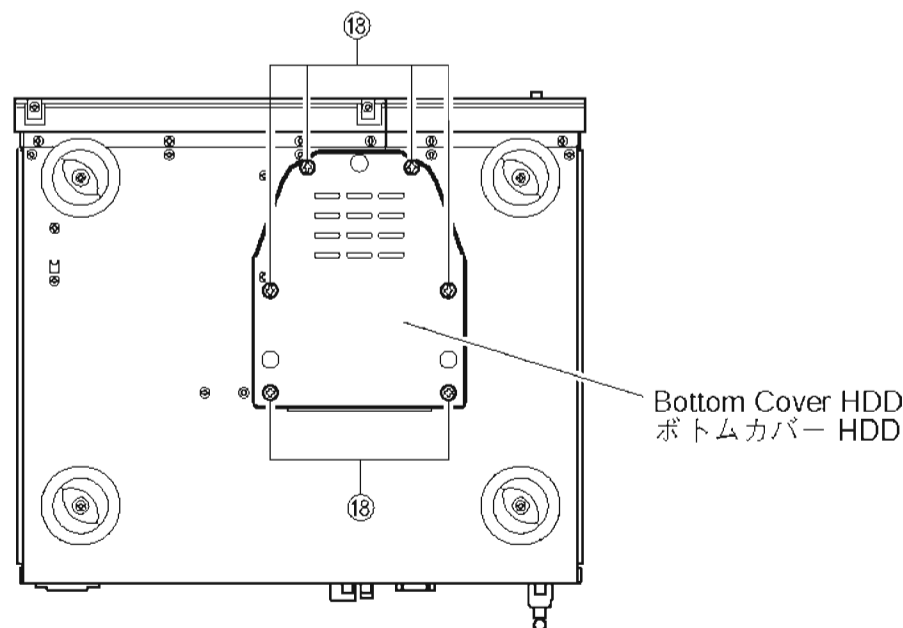

Fig. 12
- a. Remove 6 screws (18). (Fig. 12)
- b. Remove the Bottom Cover HDD. (Fig. 12)
- a. 18のネジ6本を外します。(Fig. 12)
- b. ボトムカバーHDDを取り外します。(Fig. 12)
- k. Install the Bottom Cover HDD. (Fig. 12)
- l. Install 6 screws (18). (Fig. 12)
- k. ボトムカバーHDDを取り付けます。(Fig. 12)
- l. 18のネジ6本をしめます。(Fig. 12)